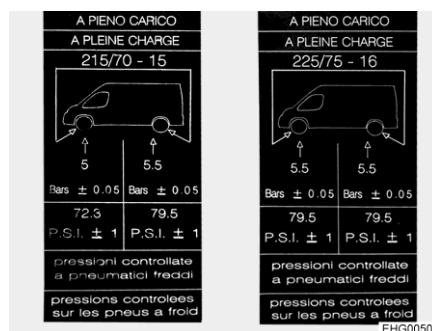

Fig. 145 Autocollant d'indication de la pression des pneus sur le montant B (exemple)
- ▷ Les autocollants indiquant la pression de pneus nécessaire sont apposés sur le côté intérieur du montant B (voir Fig. 145).